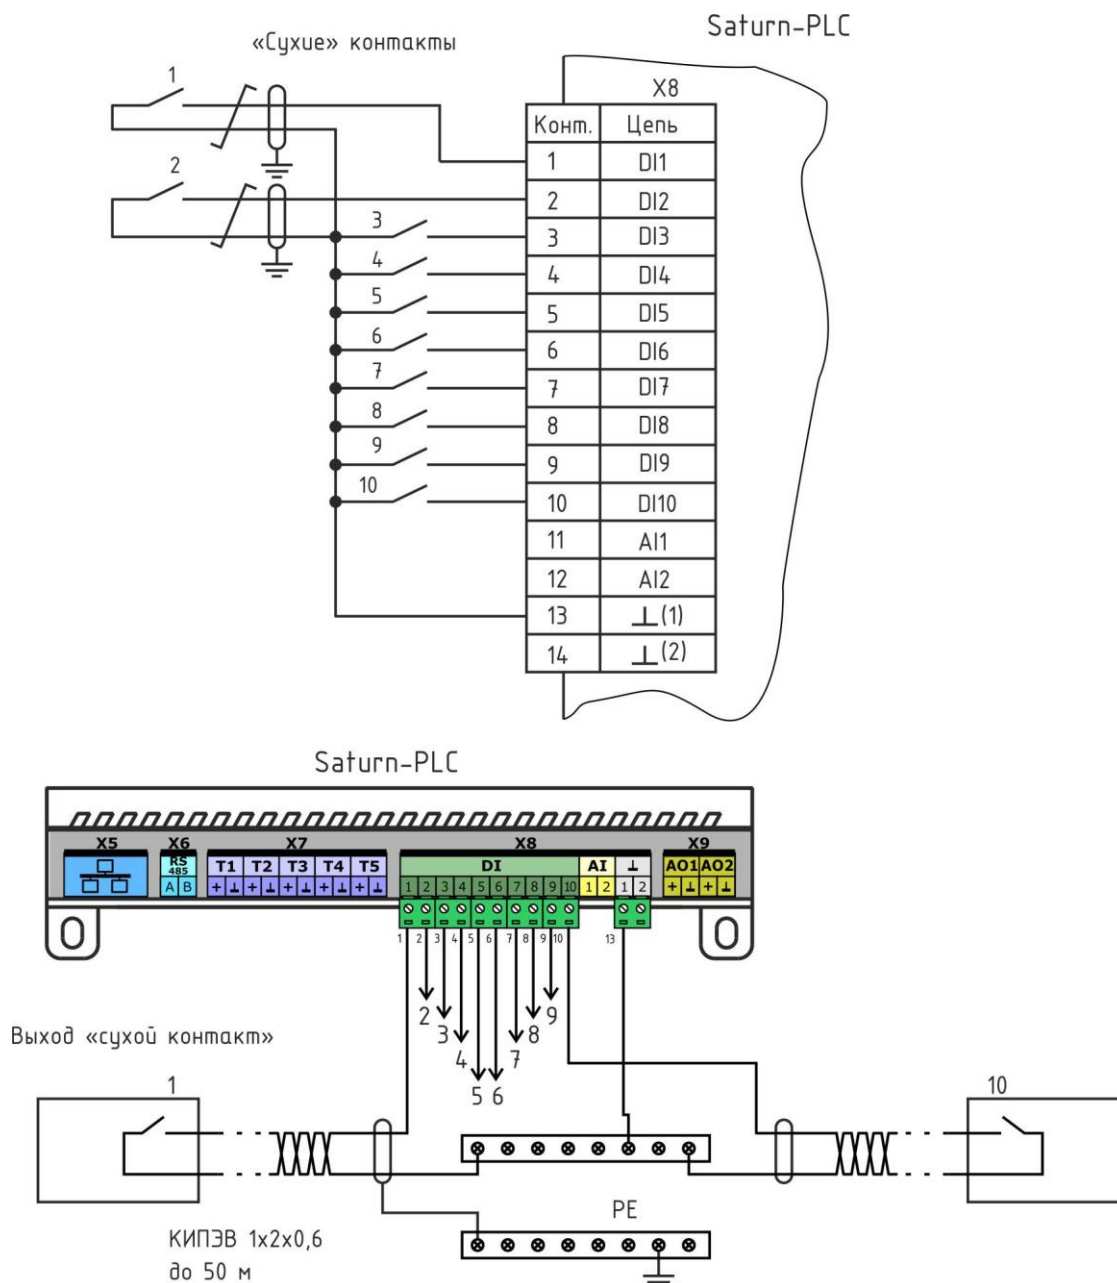

Рисунок 4 – Подключение датчиков ко входам DI1 – DI11.
- Контроллер позволяет подключать до 10 шт. датчиков и устройств с выходом «сухой контакт», например, выходов реле, герконы, кнопки и проч. Датчики «сухой контакт» подключаются к ответной части клеммного соединителя разъема Х8 «под винт» (рисунок 4).